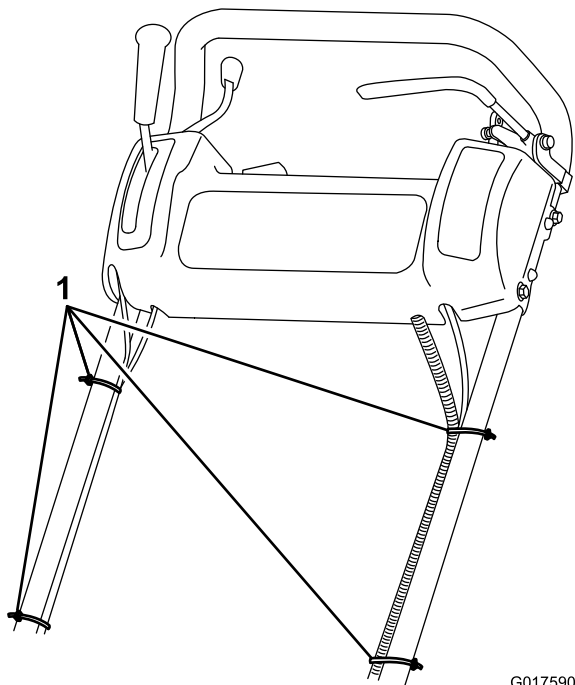

図 5
8. ケーブルタイを使って制御用ケーブルとワイヤハーネスをハンドルに固定する（図 5）。